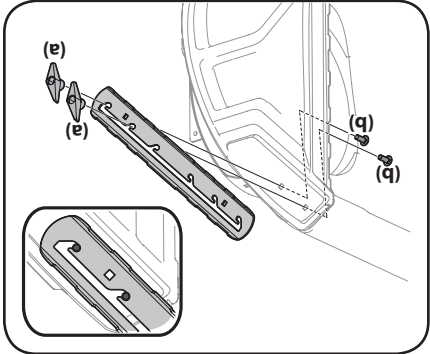

Figure 2-7
1. Retirez les boulons de carrosserie (a) et les écrous papillons (b) qui fixent chaque barre de coupe, puis retirez les barres de coupe des côtés du boîtier de tarières. Voir Figure 2-7.
2. Retournez les barres de coupe à la bonne position et placez-les sur le boîtier de tarières comme illustré à la Figure 2-7.